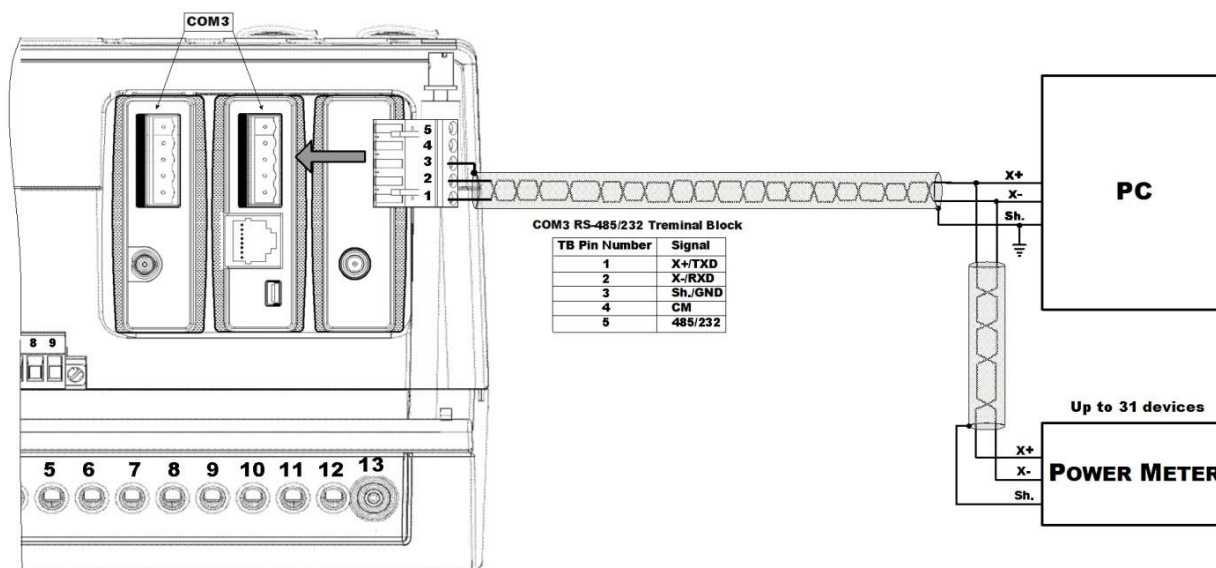
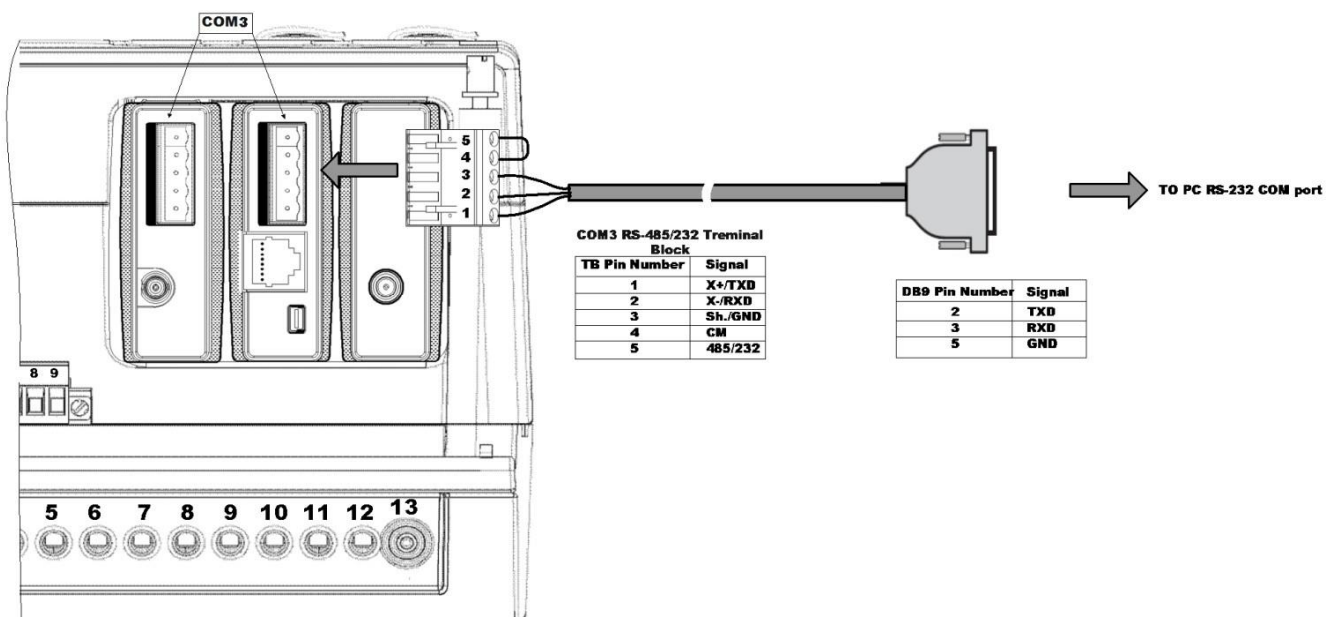

Рис.15 Подключение прибора через RS485
Рис.16 Подключение прибора через RS232
- Порт RS232/485 подключается аналогично Рис.15, Рис.16 (не более одного порта RS232/485 на прибор)